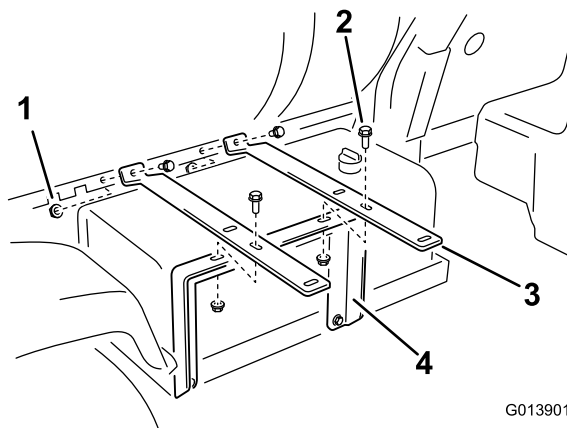

Figura 9
2. Monte los extremos de las 2 pletinas del carrete de la manguera en los taladros del soporte del depósito según se muestra en Figura 9, usando 2 pernos con arandela prensada (3/8 x 1/ pulgada) y 2 tuercas con arandela prensada (3/8 pulgada).